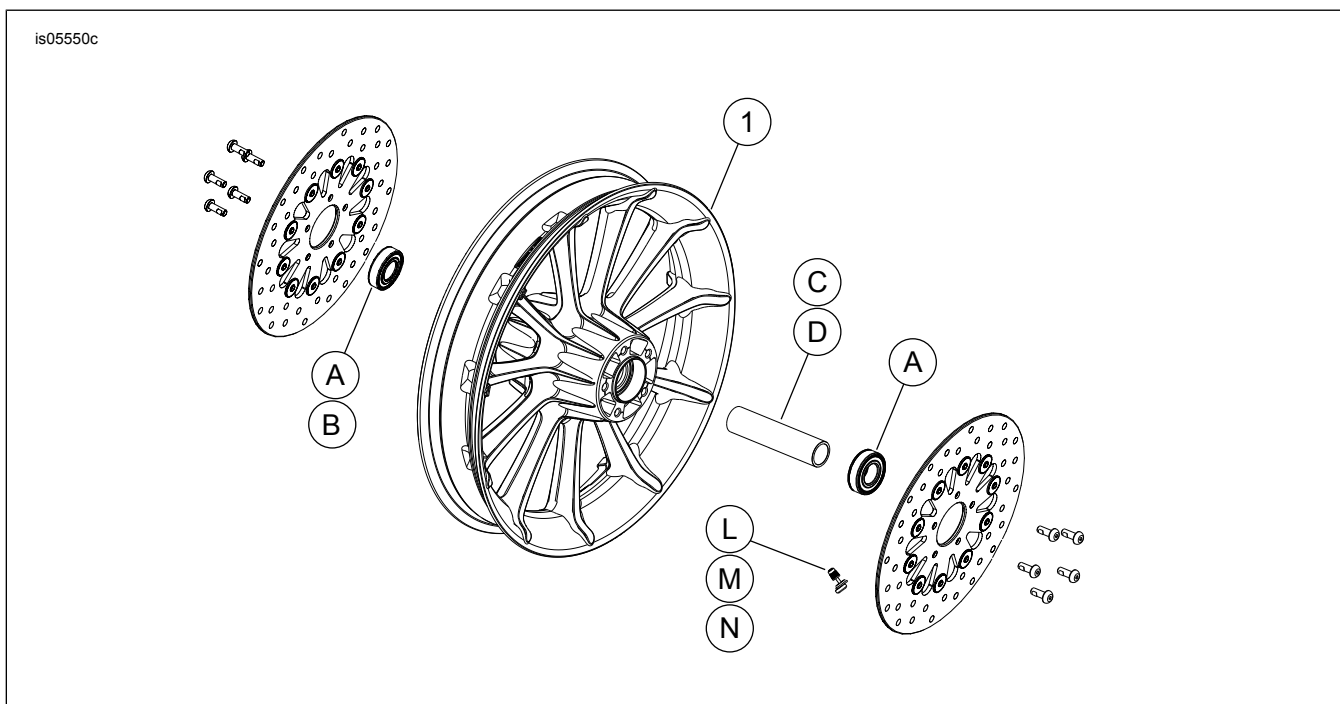

Figura 1. Piezas de servicio: Kits de rueda delantera Roulette
2. Vea Figura 1. Instale el conjunto del vástago de la válvula (M) en la rueda. Vea NEUMÁTICOS en el Manual de servicio.